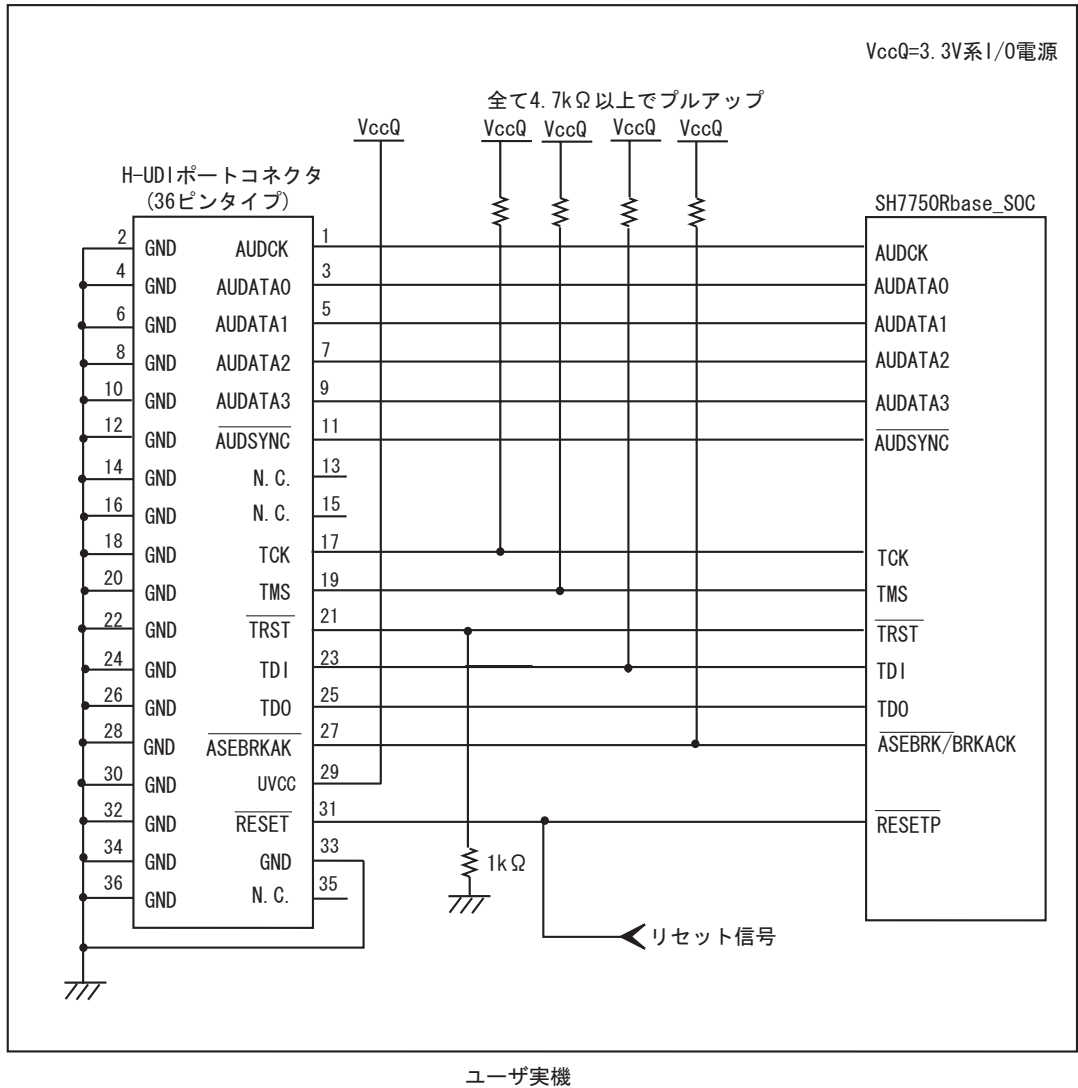
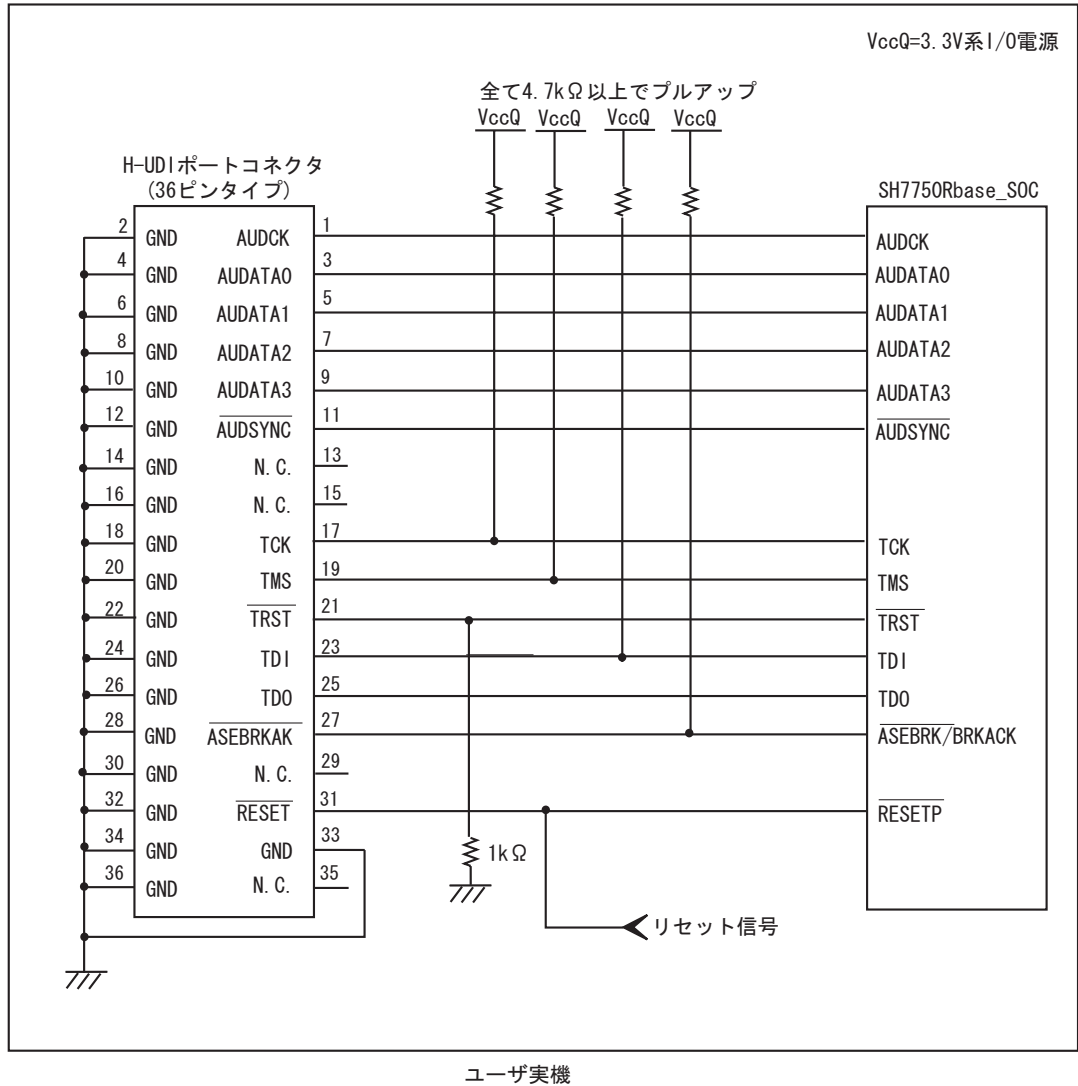

図 1.3 E10A-USB 使用時の H-UDI ポートコネクタ - チップ間の推奨接続例
図 1.4 E10A-USB 使用時の H-UDI ポートコネクタ - チップ間の接続例
E10A-USB エミュレータ使用時の H-UDI+AUD ポートコネクタ(36 ピンタイプ)とチップ間の推奨接続例を図 1.3、UVCC 未接続時の接続例を図 1.4 に示します。
5. 図 1.3,図 1.4 に記載されている抵抗値は、参考値です。
- 図 1.3 推奨接続例で回路を組んだ場合の E10A-USB エミュレータのスイッチ設定:SW2=1, SW3=1
- 図 1.4 接続例で回路を組んだ場合の E10A-USB エミュレータのスイッチ設定：SW2=0, SW3=1 スイッチ設定の詳細は、「SuperH™ファミリ用 E10A-USB エミュレータユーザーズマニュアル 3.8 DIP スイッチの設定」を参照してください。